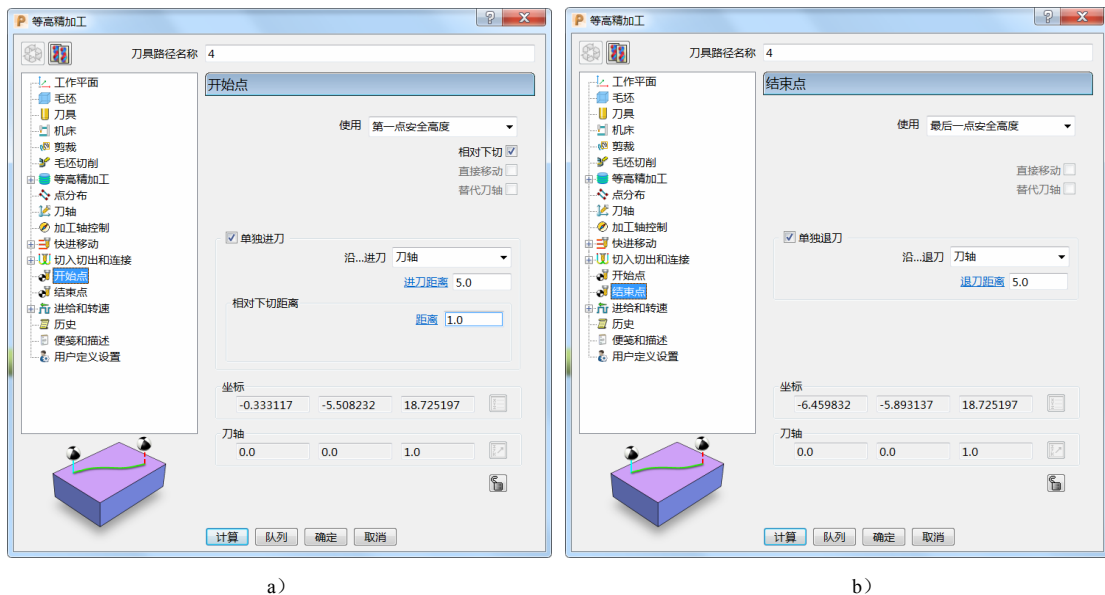

图 4-38
9) 开始点和结束点: 开始点选择“第一点安全高度”, 结束点选择“最后一点安全高度”。勾选“相对下切”“单独进刀”及“单独退刀”, 设定进刀距离“5.0”、相对下切距离“1.0”、退刀距离“5.0”, 沿刀轴进刀与退刀。(图 4-38)